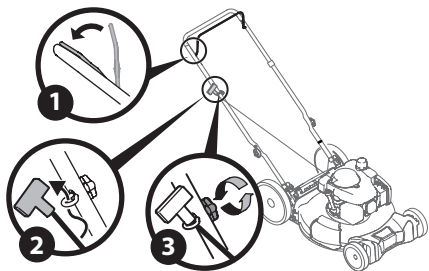

Figura 10
**NOTA:** la guía de la cuerda está unida al costado derecho de la manija superior. Afloje la perilla que sujeta la guía de la cuerda (Figura 10).